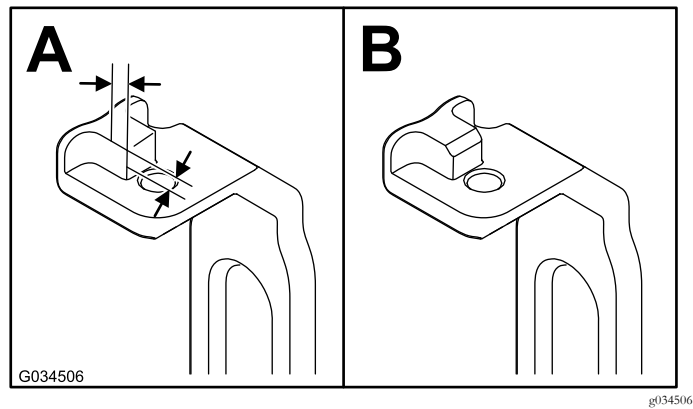
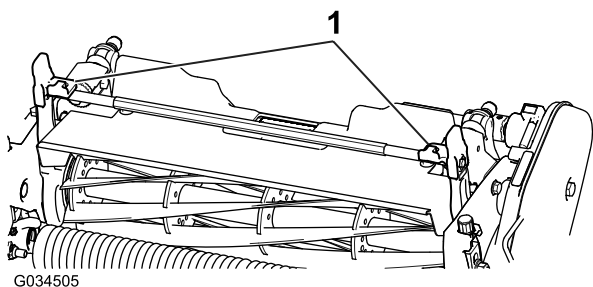

Figura 7
Figura 6
2. En ambos brazos de inclinación (Figura 6), mida 2.3 mm en una de las pestañas y lime la esquina, tal y como se muestra en la Figura 7.